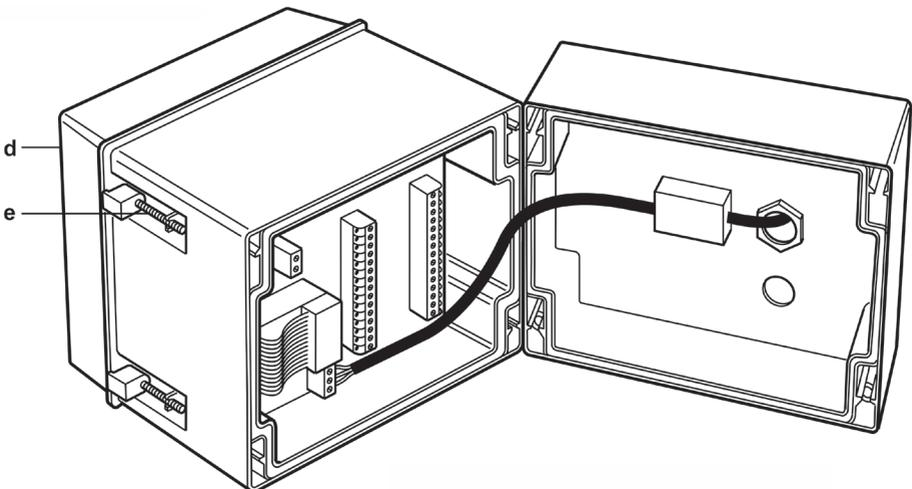

Fig. 6 - Montaggio a pannello - Collegamento all'alimentazione
4. Allineare i gangi di fissaggio "e" (Fig. 6) con i fori di accesso nella cornice del pannello frontale. Serrare le quattro viti di fissaggio "d" W.